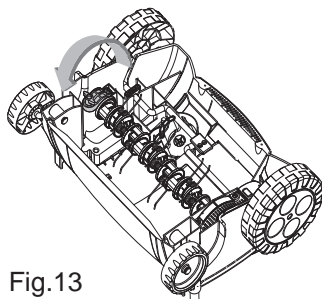

Fig.13
- > Attachez fortement la pince avec la vis. (Fig.13)